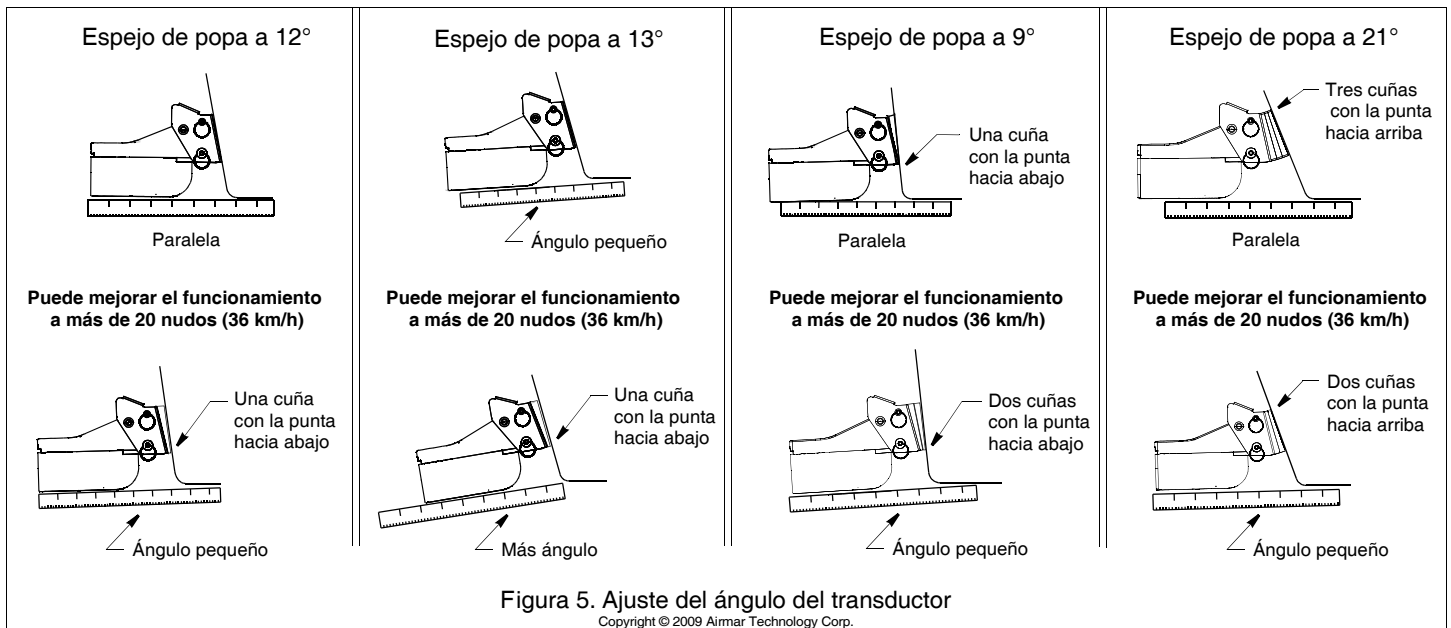

Figura 5. Ajuste del ángulo del transductor
4. Con el transductor en posición de funcionamiento, compruebe con una regla la posición de la cara inferior del transductor con respecto al fondo del casco (figura 5). El borde de salida del transductor tiene que estar 1-6 mm (1/16-1/4") por debajo del borde de ataque.
- a. Incremente el ángulo del transductor en el agua. Revise el apartado «Compensación del ángulo de espejo de popa: cuñas» y consulte la figura 5.